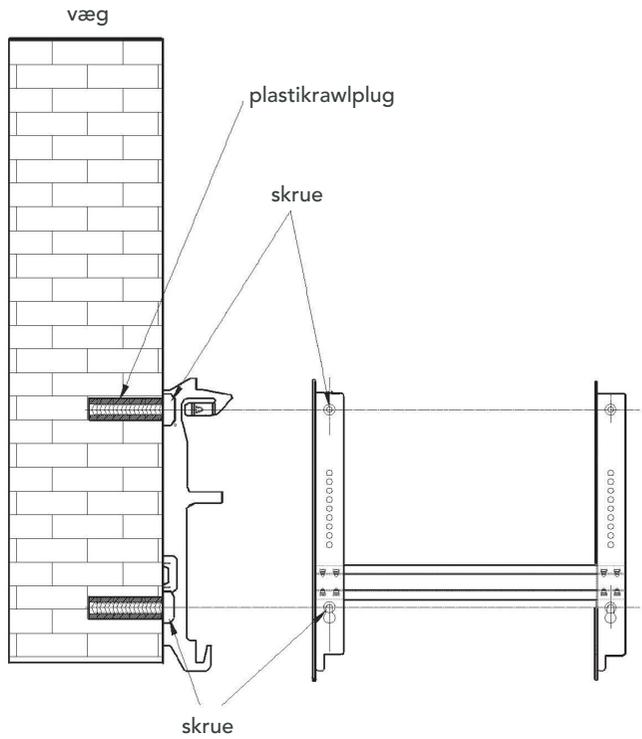

Fig. 5
- 4 Sæt rawpluggene i de fire huller i væggen, og fastgør beslaget på væggen med fire skrue. Se fig. 5